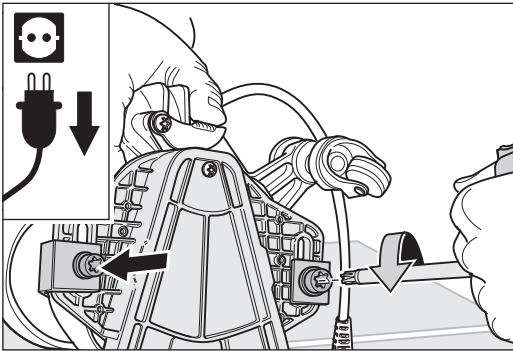

Abb. 30 Die beiden Schrauben lösen, mit denen der Vorsatz befestigt ist.
- 4 Lösen Sie mit dem Universalschlüssel die beiden Schrauben, die den Vorsatz am Ventilatorgehäuse befestigen (Abb. 30).